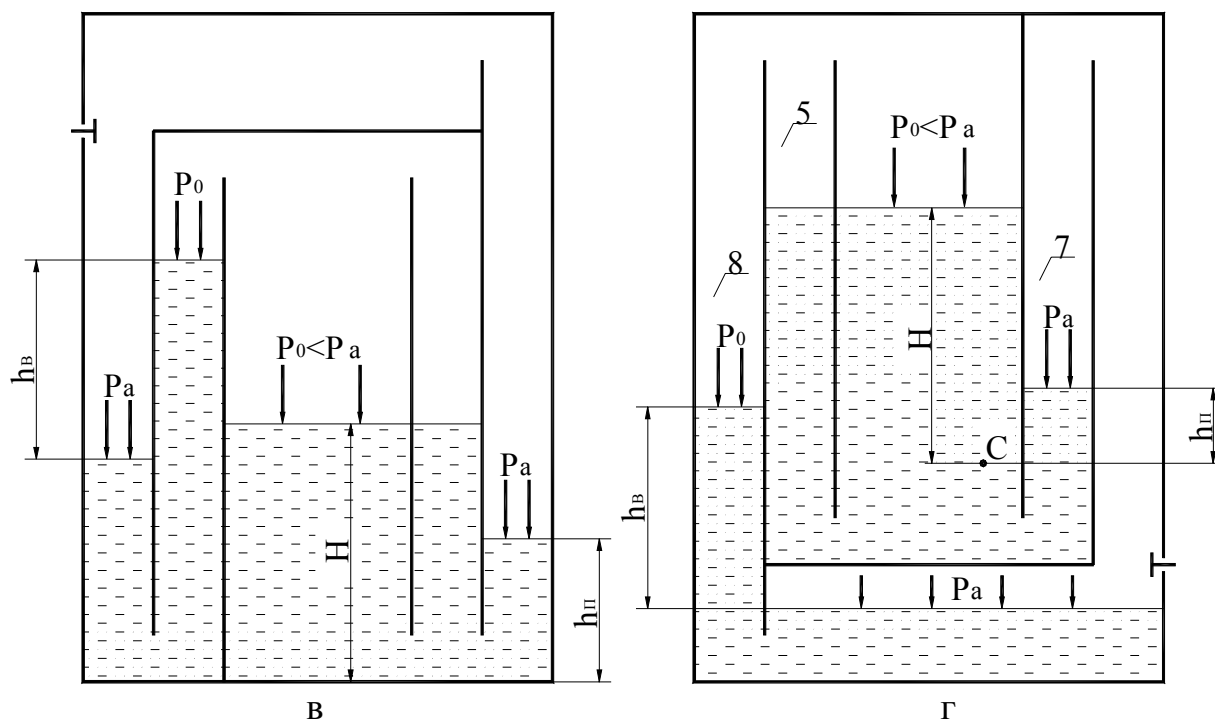

Рис. 1. Схема экспериментальной установки при проведении соответственно опыта а, б, в и г
Установка включает в себя резервуар 1, частично заполненный жидкостью, и полость 2, сообщаемую через клапан 3 с атмосферой (рис. 1а). Для измерения давления и уровня жидкости в резервуаре 1 служат жидкостные приборы 4, 5 и 6. Они представляют собой прозрачные вертикальные каналы со шкалами, размеченными в единицах длины.
Мановакуумметр 6 представляет собой U - образный канал, частично заполненный жидкостью. Правым коленом он подключен к резервуару, а левым - к полости 2 и предназначен для определения манометрического $P_M = \gamma h_M$ (рис. 1а) или вакуумметрического $P_B = \gamma h_B$ (рис. 1в) давлений над свободной поверхностью жидкости в резервуаре 1. Давление в резервуаре можно изменять путем наклона устройства.
При повороте устройства в его плоскости на 180° (рис. 1г) канал 5 остается уровнемером, колено мановакуумметра 6 преобразуется в пьезометр 7, а пьезометр 4 - в обратный пьезометр 8, служащий для определения вакуума $P_B = \gamma h_B$ над свободной поверхностью жидкости в резервуаре 1.
1. В резервуаре 1 над жидкостью создать давление выше атмосферного ($P_0 > P_a$), о чем свидетельствует превышение уровня жидкости в пьезометре 4 над уровнем в резервуаре и прямой перепад давлений в мановакуумметре 6 (см. рис. 1а). Для этого устройство поставить на правую боковую поверхность, а затем поворотом его против часовой стрелки отлить часть жидкости из левого колена мановакуумметра 6 в резервуар 1.
4. Над жидкостью в резервуаре 1 установить атмосферное давление ($P_0 = P_a$), для чего получить совпадение уровней жидкости в мановакуумметре переливом в него части жидкости из резервуара путем наклона устройства вправо (см. рис. 1б). Затем выполнить операции по п.п. 2 и 3.
5. Над свободной поверхностью жидкости в резервуаре 1 создать вакуум ($P_0 < P_a$), когда уровень жидкости в пьезометре 4 становится ниже, чем в резервуаре, а на мановакуумметре 6 появляется обратный перепад (см. рис. 1в).
6. Повернуть устройство в его плоскости по часовой стрелке на 180° (см. рис. 1г) и определить манометрическое или вакуумметрическое давление в заданной преподавателем точке С через показания пьезометра 7, а затем с целью проверки найти его через показания обратного пьезометра 8 и уровнемера 5. В процессе проведения опытов и обработки экспериментальных данных заполнить таблицу.